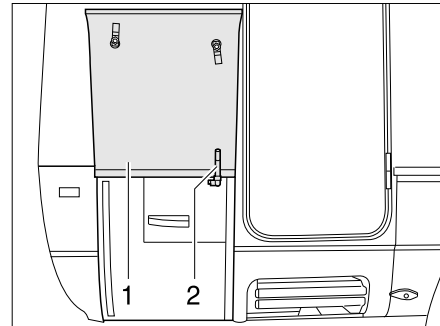

Bild 42 Außenklappe, geöffnet
- Hebel (Bild 42,2) herausziehen und eine viertel Umdrehung nach oben drehen.
- Außenklappe (Bild 42,1) am Hebel anlehnen.
- Außenklappe (Bild 42,1) festhalten.
- Hebel (Bild 42,2) etwa eine viertel Umdrehung nach unten drehen und einschieben.